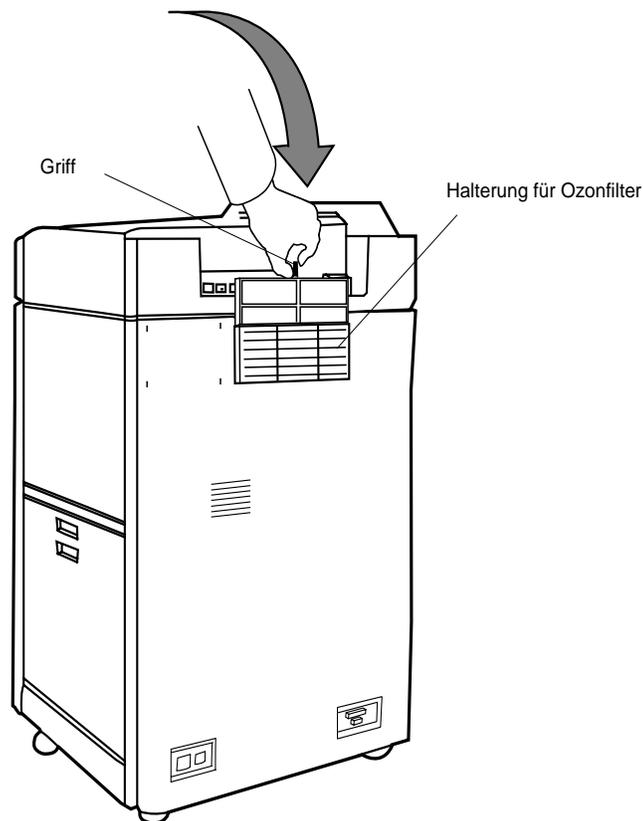

Abbildung 2-36 Ozonfilter installieren
2. Entfernen Sie die Verpackung, und schieben Sie den Ozonfilter in die Halterung an der Rückwand. Siehe Abbildung 2-36.